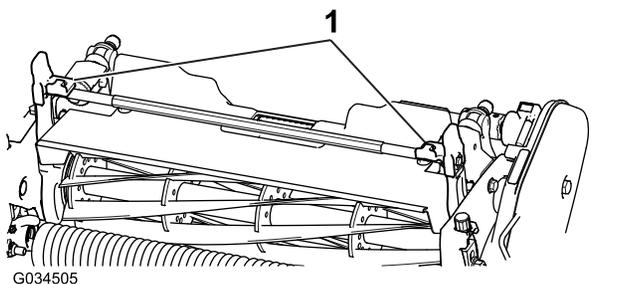
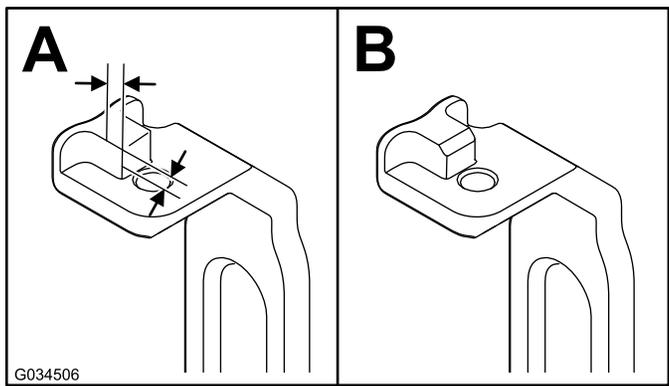

Figure 3
Figure 4
2. Sur les deux bras d'inclinaison (Figure 3), mesurez 2 mm vers l'intérieur sur les pattes et meulez l'angle, comme montré à la Figure 4.